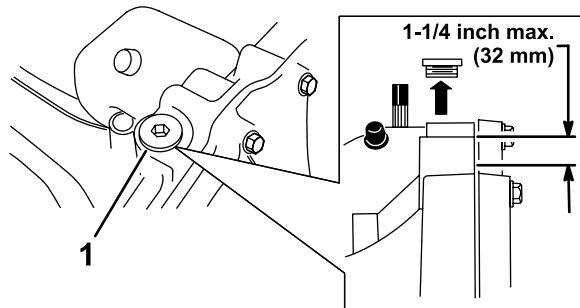

Figura 29
4. Limpie la zona alrededor del tapón de aceite (Figura 29) para que no pueda caer suciedad en el depósito, en caso de tener que añadir aceite.
- Nota:** El nivel debe llegar como máximo a (32 mm) por debajo de la parte superior del orificio de llenado (Figura 29). Añada aceite si es necesario.